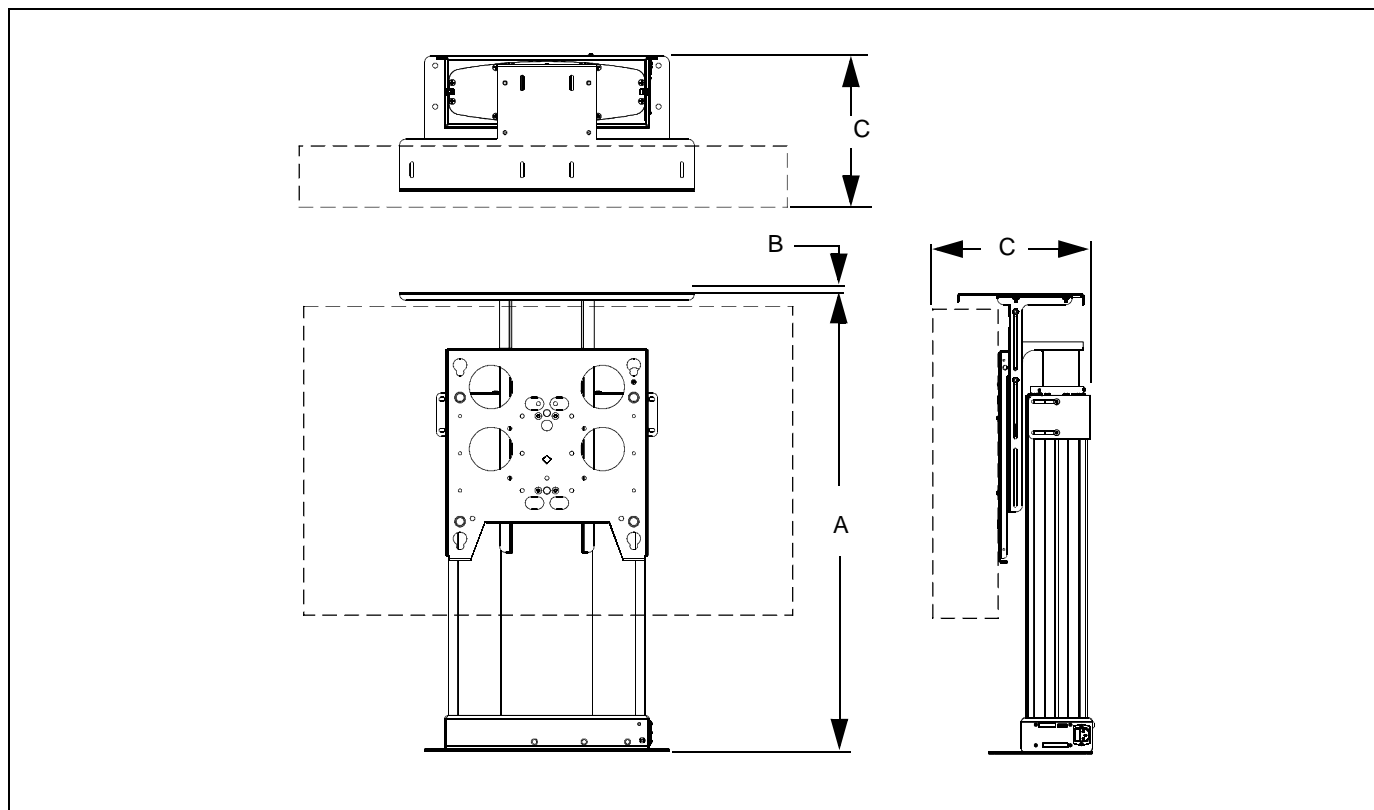

рис. 16
1. Измерьте и запишите расстояние «А», как показано на рисунке ниже. (см. рис. 16)
2. Измерьте и запишите расстояние «В», как показано на рисунке ниже. Это толщина материала крышки, которая будет установлена на устройство CM2. (см. рис. 16)
4. Измерьте и запишите расстояние «С», как показано на рисунке ниже. Это расстояние от задней части вертикального монтажного кронштейна CM2 до самой дальней точки на мониторе. (см. рис. 16)